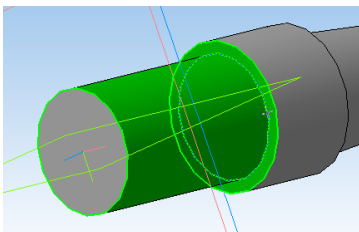
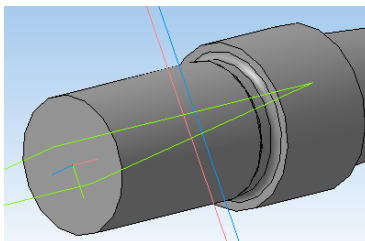

Рис. 21
Рис. 22
10.4 Щелчком мыши выбрать на детали ребро между цилиндрами (см. рис. 21), и нажать кнопку **Создать объект**  / **Применить/ Стоп**  / **Отмена** (см. рис. 22).